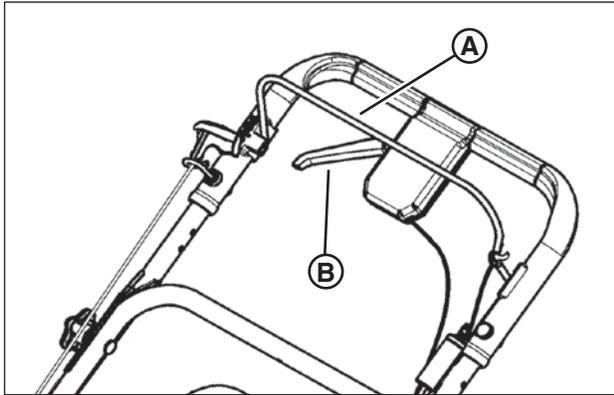

Figure 4: Commandes de tondeuse
2. Vérifier la commande de lame (**A, Figure 4**) et la commande d'entraînement (**B**) pour vous assurer qu'elles fonctionnent librement.